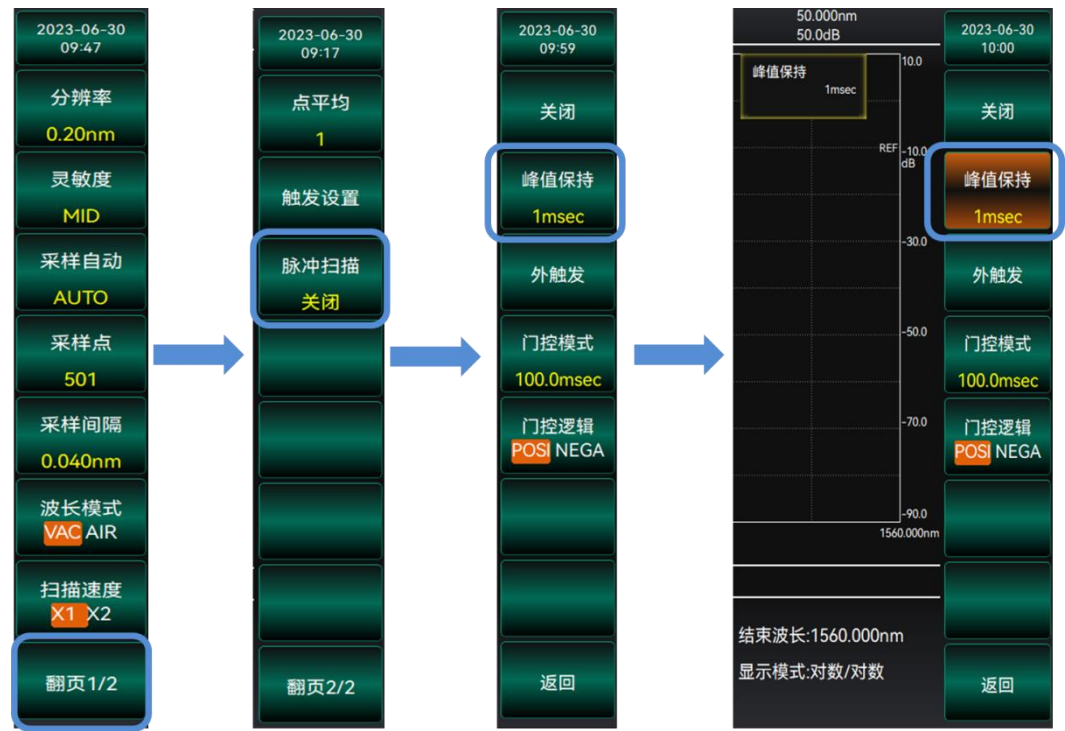

图 3.14 峰值保持示意图
3. 选择【峰值保持】，显示峰值保持时间的设置弹框，如图 3.14 所示。